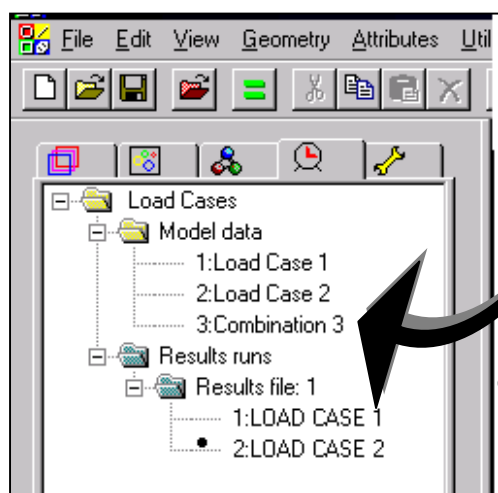

Fig. 53
- în fereastra din stânga, în meniul **Cazuri de încărcare**, va fi afișată combinația (**Combination 3**) (fig. 53)